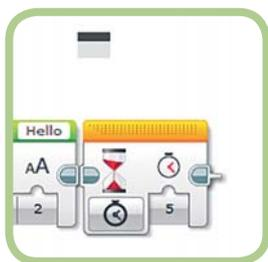

Рис. 2.16. Новое окно для комментария
- Щелкни по кнопке **Комментарий** (Comment) на панели инструментов. Небольшое окно с комментарием появится там, где до этого был выполнен щелчок (рис. 2.16).